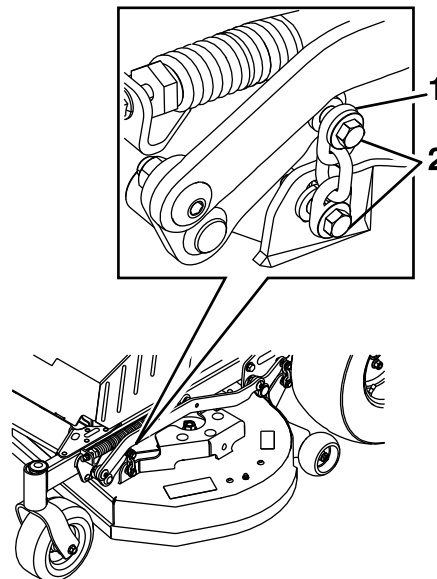

Figura 33
12. Afloje las fijaciones de la parte inferior de las cuatro cadenas de elevación para que la carcasa descansa firmemente sobre los bloques (Figura 33). Asegúrese de eliminar la holgura de las cadenas de elevación y vuelva a apretar las fijaciones.
14. Eleve la carcasa a la posición de transporte y vuelva a instalar el muelle de elevación asistida de la carcasa. Apriete el tornillo de ajuste hasta que haya un espacio de 6.0-6.4 cm (23/8"-21/2") (Figura 33).